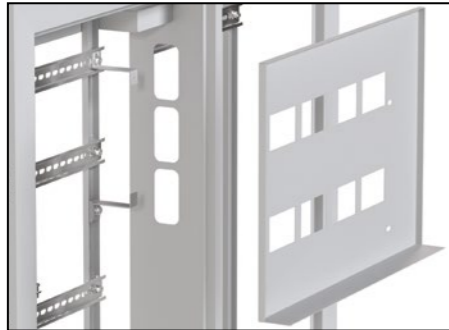

Рис. 12
1.1 Открутите саморезы что держат фальш-панель (Рис. 12) при помощи крестовой отвертки извлеките его. Саморезы сохраните.